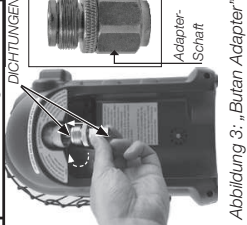

Abbildung 3: „Butan-Adapter“
- Überprüfen Sie, ob die Dichtungen (zwischen dem Gerät und der Gaskartusche) am richtigen Platz sind, und in gutem Zustand sind, bevor Sie die Gaskartusche anschließen. Abbildung 3. Kein Gerät benutzen, das beschädigt ist oder abgenutzte Dichtungen hat. Kein Gerät verwenden, das undicht oder beschädigt ist oder nicht ordnungsgemäß funktioniert.
- Butan/Propan-Gemisch-Gebrauch (G30+G31): Den Messingadapter im Uhrzeigersinn in den portablen Heizgerätregler schrauben (von unten), bis er fest sitzt. Siehe Abbildung 3. Kein Gewindedichtmittel an diesem Anschluss verwenden. Die Butan/Propan-Gemisch-Kartusche in den Adapter einschrauben (im Uhrzeigersinn); sobald der Adapter-Schaft sich zu drehen beginnt, ist die Kartusche angeschlossen und kann in den Ständer gesetzt werden.
WENN DAS GERÄT FÜR LÄNGERE ZEIT NICHT BENUTZT WIRD, MÜSSEN BESONDERE VORKEHRUNGEN GETROFFEN WERDEN: Sobald es abgekühlt ist, das Heizgerät in einer Reißverschlusstasche oder an einem staubfreien Ort aufbewahren. Zwischen den Einsätzen, das Heizgerät in einer Reißverschlusstasche oder in einem anderen geschlossenen, staubfreien Bereich aufbewahren. Die Lüftungsbereiche (Schlitze im Boden und auf der Oberseite des Heizgerätes) zu jeder Zeit frei halten. Während Gebrauch, in regelmäßigen Abständen eine Sichtprüfung der Pilotflamme und des Brenners vornehmen. Die Pilotflamme muss blau (nicht gelb) sein und bis zum Thermoelement hin reichen. Die Flamme umzingelt das Thermoelement direkt unter der Spitze, siehe Abbildung 3. Eine leichte, gelbe Flamme kann erscheinen, wo sich Pilot- und Hauptbrennerflamme treffen. Der Brenner sollte hell orange (mit einem leichten Blau um den Rand herum; ein auf der Keramikfliese sichtbarer rot-oranger Dunst, ist akzeptabel) und ohne merkliche Flamme sein. Eine blaue Flamme an der Oberseite der Keramikfliese deutet auf eine Ansammlung von Staub, Flusen oder Spinnweben in der Gehäuseanordnung und der Hauptbrennereinheit hin. Wenn die Pilotflamme gelb ist und der Brenner eine merkliche Flamme aufweist, könnte eine Reinigung nötig sein. Überprüfen Sie die Gehäuseanordnung und die Hauptbrennereinheit folgendermaßen: Es ist notwendig, dass die Flammenöffnung und das Brenner- Venturirohr regelmäßig überprüft werden, um sicherzustellen, dass sie von Dingen wie Insektennestern und Spinnweben, die sich im Laufe der Zeit ansammeln können, frei sind. Eine verstopfte Röhre kann zu Brandgefahr führen.